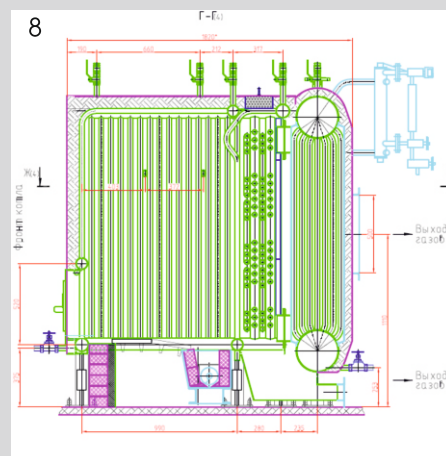

Рисунок 9 -
- жидкотопливные; (рисунок 9);
- для сжигания газового топлива; (рисунок 9);
- мультитопливные. (рисунок 9);